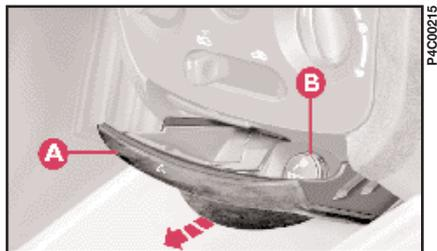

fig. 60
1) Ouvrir le couvercle **A** (fig. 60) en tirant dans le sens de la flèche, on accède ainsi à l'allume-cigares et au cendrier.